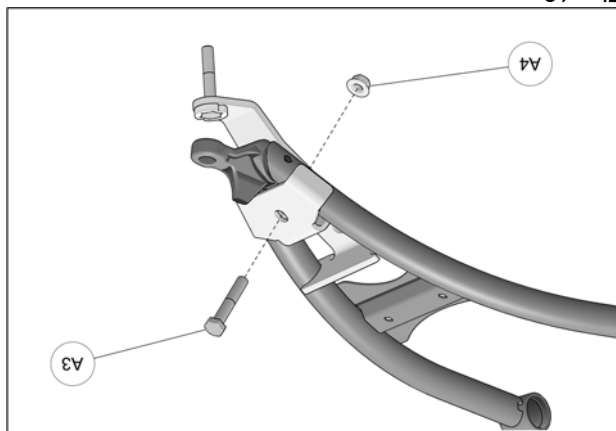

Fig. 13
6. Insérer le boulon M10x60mm (A3) par le dessus de l'ancrage. Assembler les deux parties avec l'écrou (A4) fourni. Serrer l'assemblage à un couple de 50 N•m [37 lb•pi]. Voir la Fig. 13